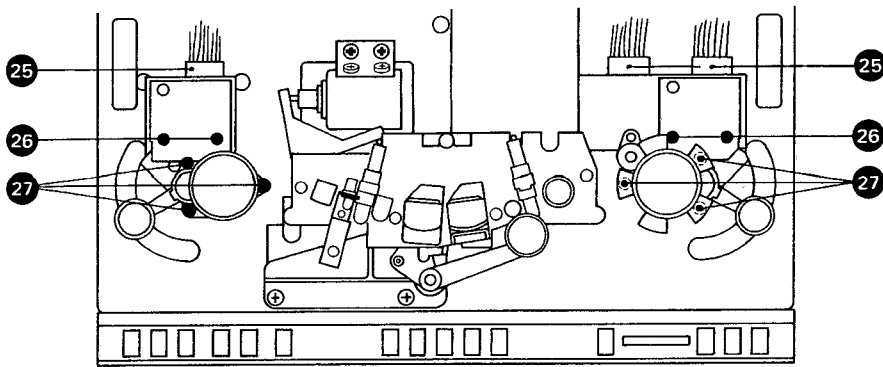

Fig. 3.7.-1
- 2 Schrauben (26) (Fig. 3.7. - 1) lösen.
- Remove 2 screws (26) (fig. 3.7. - 1).
- Dévisser les 2 vis (26) (Fig. 3.7. - 1).
- Steckverbindung (25) (Fig. 3.7. - 1) lösen.
- M3-Kreuzschlitzschrauben (27) (Fig. 3.7. - 1) lösen.
- Disconnect plug-in connections (25) (fig. 3.7. - 1).
- Remove 2 Phillips head screws (27) (fig. 3.7. - 1).
- Débrancher les fiches peigne (25) (Fig. 3.7. - 1).
- Dévisser les vis M3 (27) (Fig. 3.7. - 1).